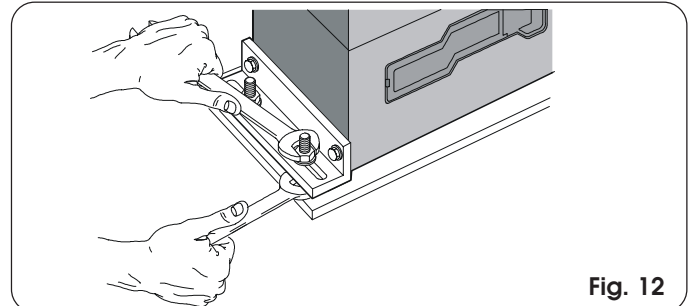

Fig. 12
- 5) Zet de motorvertraging op de funderingsplaat vast door de moeren aan te draaien, zoals op fig. 12.